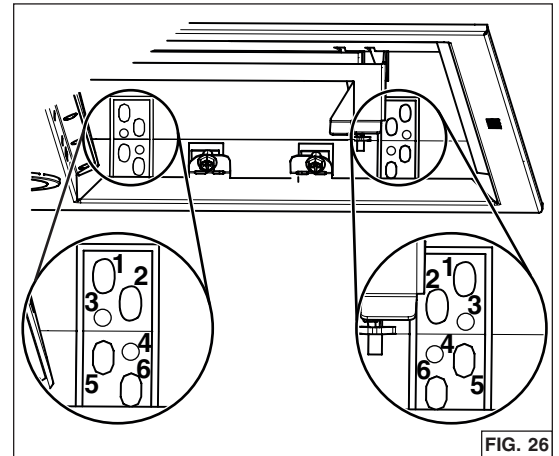

FIG. 26
4. Lever la hotte jusqu'à ce que son rebord s'appuie sur la base de l'armoire. Fixer la hotte à l'armoire à l'aide de 4 vis à bois n° 8 x 5/8 po incluses dans le sac de pièces (2 vis par côté). Utiliser les trous supérieurs ou inférieurs (1, 2, 3, 4, 5 ou 6) (FIG. 26).